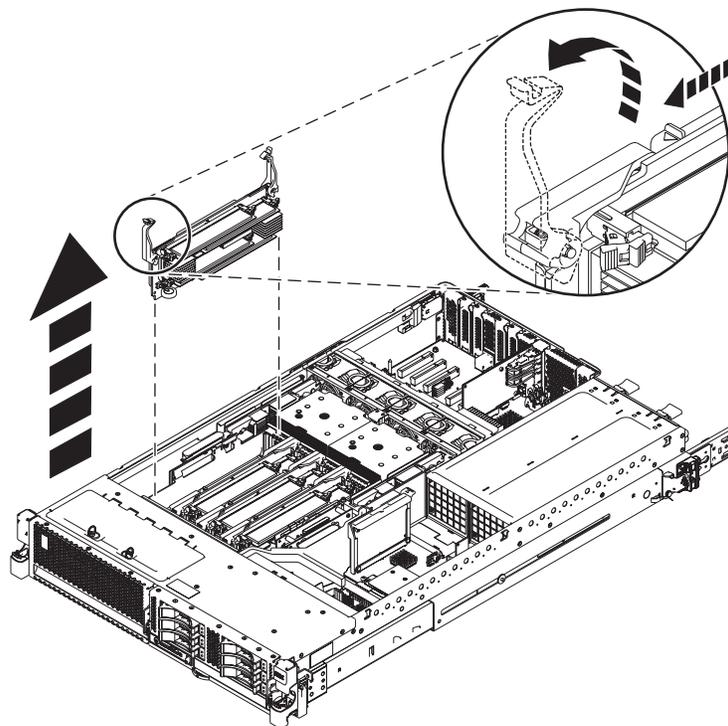

Figura 4. Removendo um riser do módulo de memória
9. Se você estiver incluindo memória para um riser existente, remova a riser de memória do sistema, puxando as guias de travamento na posição aberta e levantando o riser de memória para fora do sistema, consulte Figura 4 na página 11.